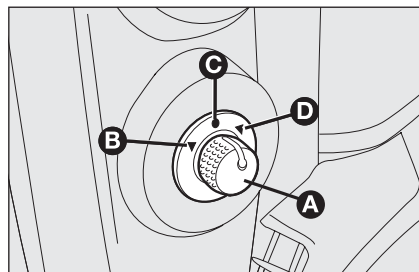

fig. 32
- ☐ con el desviador seleccionar **A-fig. 32** el espejo deseado (derecho o izquierdo);